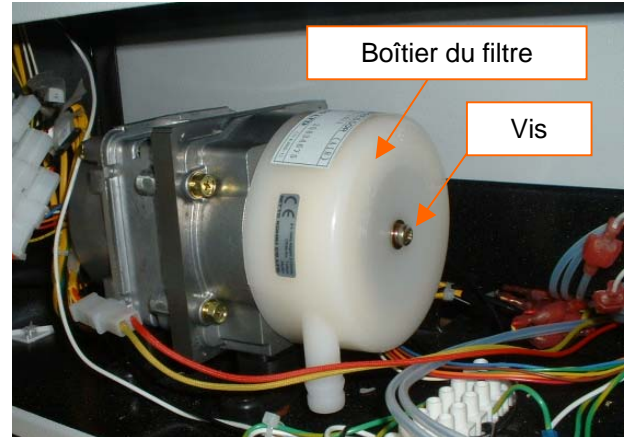

Figure 21
- i. Ouvrir le couvercle à l'arrière de la station TF 2500 (figure 21).